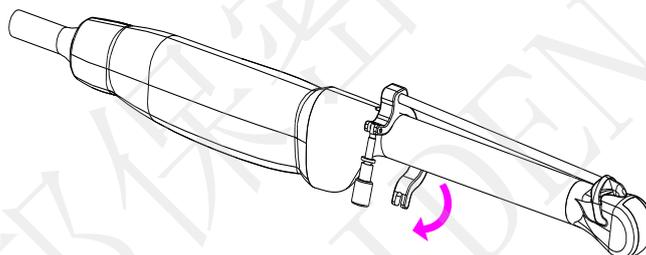
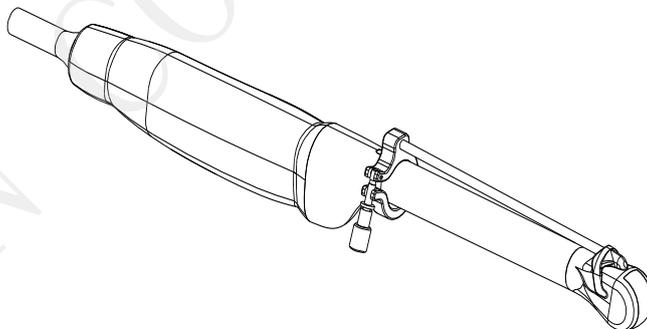

Abbildung 6-38 Drehen der Sperre im Uhrzeigersinn
Abbildung 6-39 Drehen von Regler 1 im Uhrzeigersinn
Schritt 2: Befestigen Sie das Nadelführungshalterungs-Kit an der passenden Sonde, indem Sie die Halterung über der Sonde anbringen. Stellen Sie sicher, dass die drei Befestigungsklauen der Halterung in die Kerben an der Sondenspitze einrasten, drehen Sie die Sperre gemäß Pfeilrichtung in Abbildung 6-38 im Uhrzeigersinn, und drehen Sie Regler 1 wie in Abbildung 6-39 dargestellt im Uhrzeigersinn, bis er einrastet.